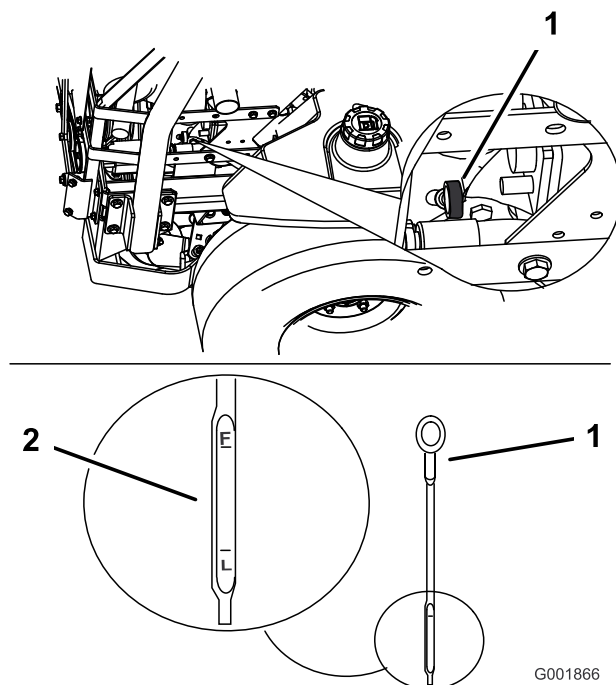

Figura 42
3. Pulite attorno all'asta di livello (Figura 42) in modo che la morchia non possa penetrare nel foro di rifornimento e danneggiare il motore.
4. Estraete l'asta di livello dell'olio e pulite l'estremità metallica (Figura 42).
5. Inserite a fondo nel tubo l'asta di livello dell'olio. Estraete l'asta e controllate l'estremità metallica (Figura 42). Se il livello dell'olio è basso, versate lentamente dell'olio nel foro di rifornimento solo quanto basta per portare il livello al segno Full.